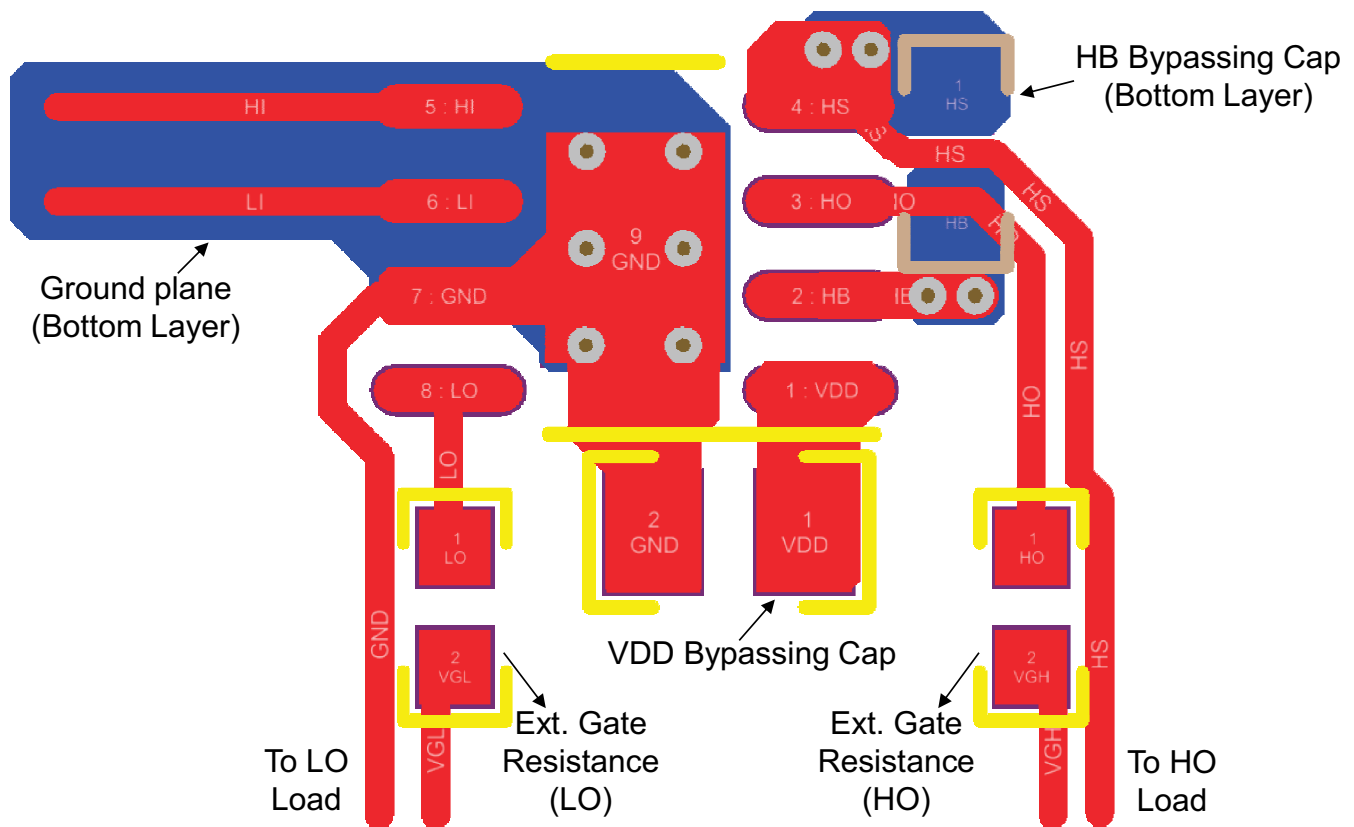

图 9-1. UCC27211A-Q1 PCB 布局示例
- 将  $V_{DD} - V_{SS}$  和  $V_{HB} - V_{HS}$  (自举) 电容器尽可能靠近器件放置 (请参阅图 9-1)。